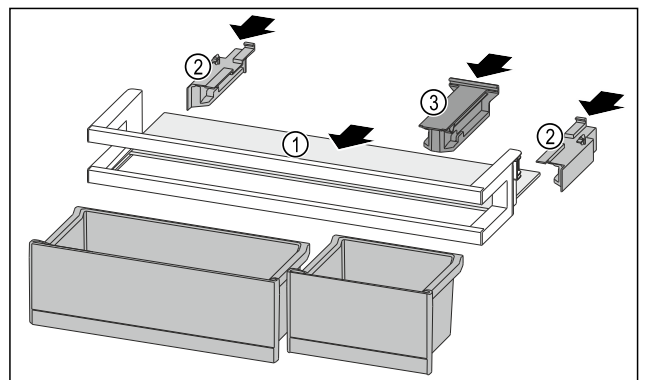

Fig. 120
- ▶ Посуньте полицю Fig. 120 (1) у бічні пази.
- ▶ Вставте бічні елементи Fig. 120 (2).
- ▶ Вставте кріпильний елемент Fig. 120 (3).